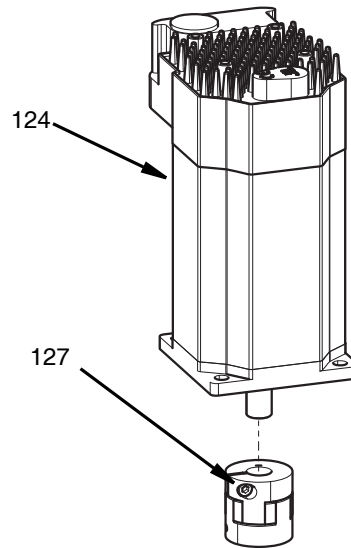

FIG. 36
7. Desserrer la vis de serrage du raccord rotatif supérieur (127) avec une clé Allen de 2,5 mm. **REMARQUE** : Ne pas utiliser de clé Allen à bout sphérique.
8. Retirer le raccord rotatif (127) de l'arbre du moteur. Voir FIG. 36.